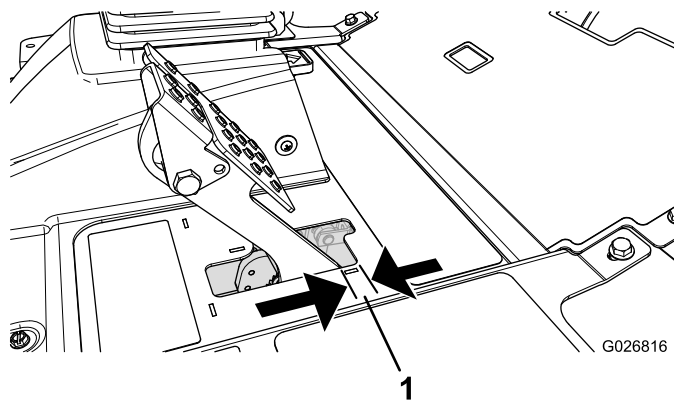

Рисунок 86
Отрегулируйте тормоза, если свободный ход педали тормоза превышает 2,5 см или требуется большее усилие нажатия для торможения (Рисунок 86). Свободный ход — ход педали тормоза до начала ощущения сопротивления.
- Затяните заднюю гайку, чтобы переместить трос назад так, чтобы свободный ход педалей тормоза до момента фиксации колес составлял от 0,63 до 1,27 см (Рисунок 86).